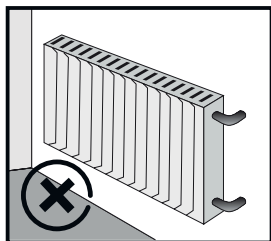

Abbildung 1
- Halten Sie es mindestens ein (1) Meter von Wärmequellen entfernt; (Ofen, Heizung, elektrischer Heizer u. Ä.) (Abb. 1)